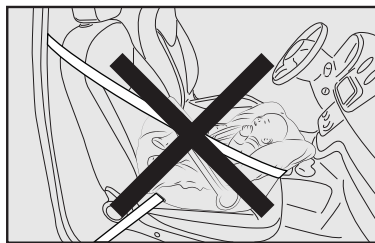

fig. 26
**GRAVE PERIGO:** não colocar cadeirinhas para crianças voltadas contra o sentido de marcha no banco dianteiro do veículo - fig. 26. A ativação do airbag, se ocorrer uma colisão, pode produzir lesões mortais na criança transportada.